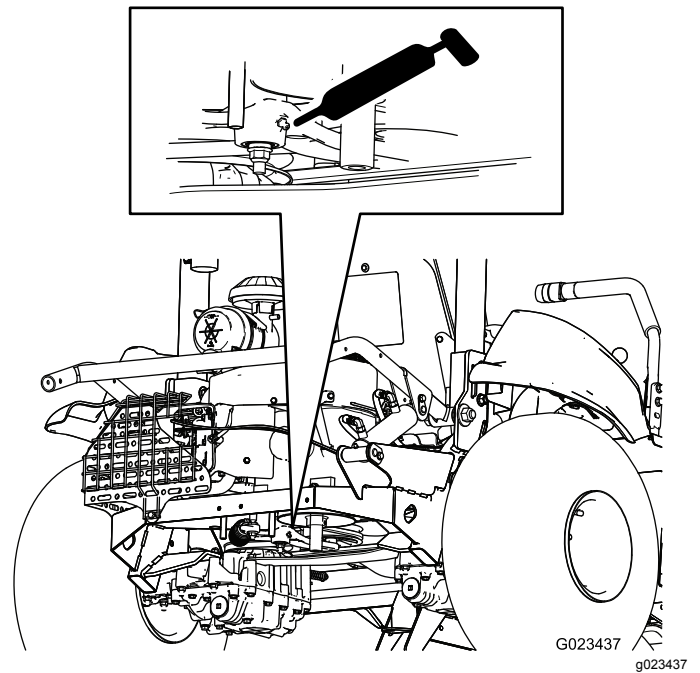

Figura 35
- Tirante della cinghia (1) – Figura 35